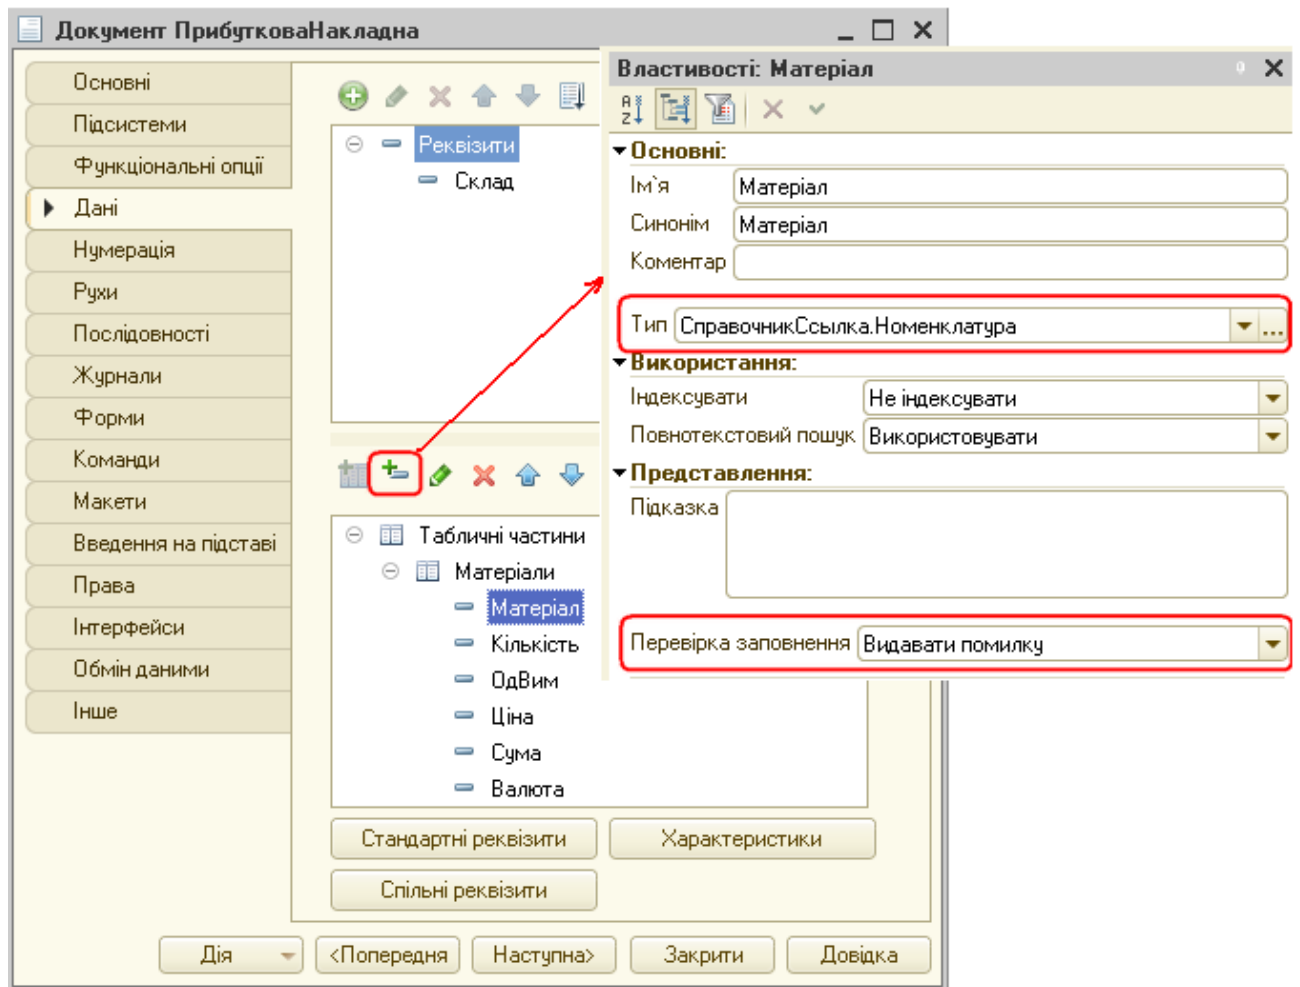

Рис. 5. Створення реквізитів табличної частини документа
5) Далі створимо реквізити табличної частини «Матеріали». Для цього натиснемо піктограму  в розділі опису табличних частин документа (рис.5):